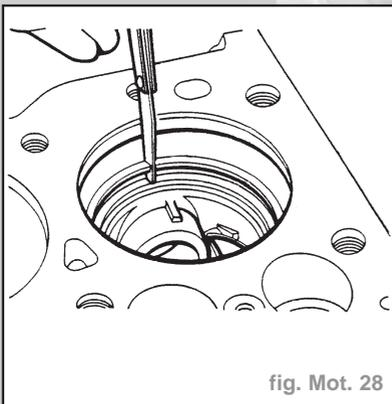

fig. Mot. 28
- A l'aide d'un calibre d'épaisseur adéquat, vérifier les coupes de tous les segments tour à tour, segment raclleur d'huile inclus (Fig. Mot. 28).